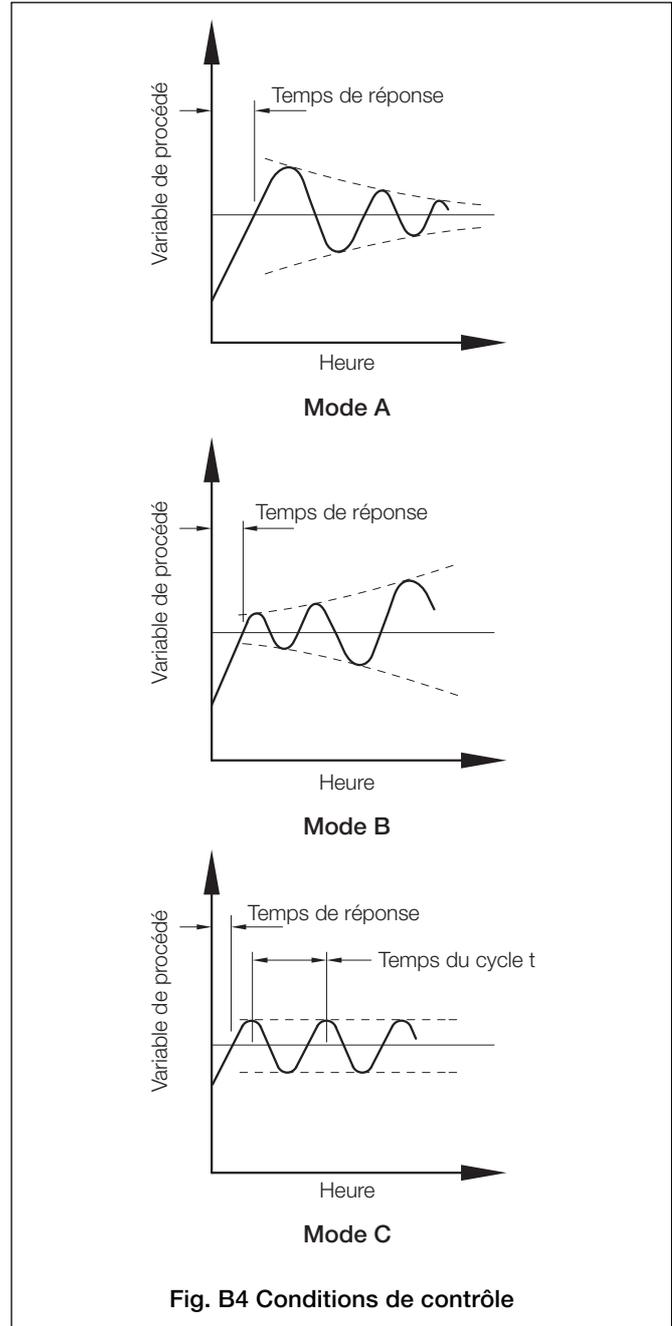

Fig. B4 Conditions de contrôle
- Si le système entre en oscillation avec une amplitude croissante (Fig. B4, Mode B), réinitialisez la bande proportionnelle sur 200 %. Si l'oscillation continue comme en mode B, augmentez la bande proportionnelle jusqu'à ce que le système cesse d'osciller.
- Si le système oscille comme dans la Figure B4, Mode A, ou n'oscille pas, reportez-vous à l'étape c).
- Notez les valeurs du temps du cycle "t" (Fig. B4, Mode C) et de la **bande proportionnelle** (valeur critique).